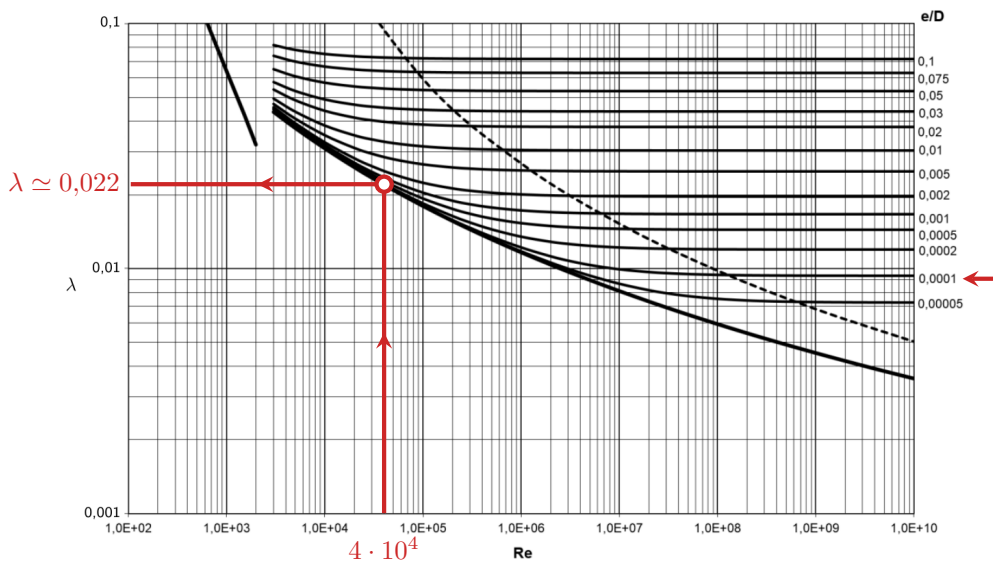

Figure 3 – Abaque de Moody complétée.
- 2** La rugosité relative de la conduite est donnée par $\varepsilon = e/D = 1 \cdot 10^{-4}$. À partir des valeurs indiquées à droite du diagramme, on en déduit la courbe à suivre, indiquée par la flèche figure 3. On repère ensuite le point où cette courbe coupe la verticale $Re = 4,2 \cdot 10^4$. L'ordonnée de ce point donne la valeur du coefficient de friction,